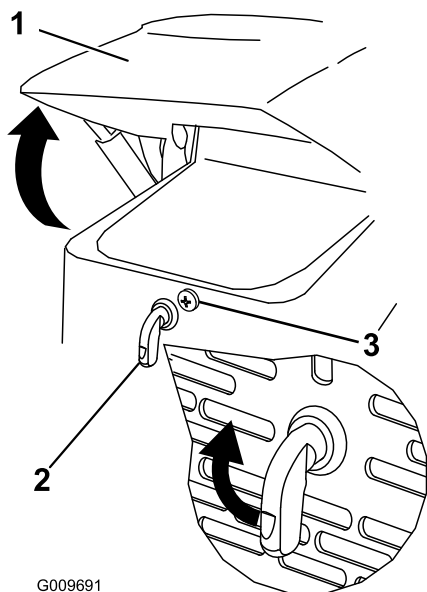

図 24
1. フード固定ねじをゆるめる 図 24。
2. フードラッチを右に回す 図 24。
3. フードを開ける 図 24。
3. フード固定ねじを締めてラッチを固定する 図 24。